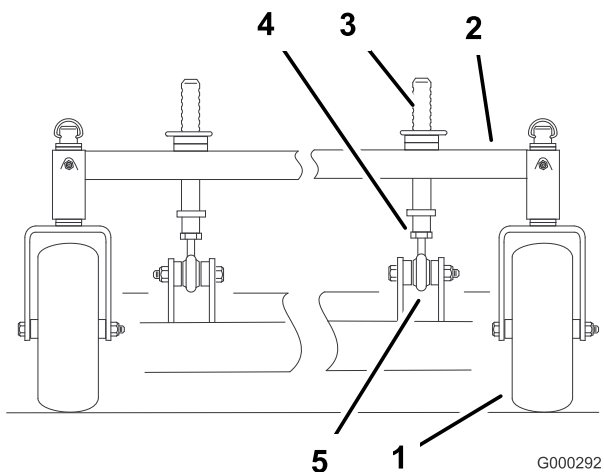

Bild 59
- Durch Einstellen der vorderen Schnitthöhen Säulen lässt sich die Längsneigung einstellen (Bild 59).
- Lockern Sie zum Anheben der Vorderseite des Mähwerks die Klemmmutter und drehen Sie den vorderen Stift nach rechts (Bild 59).
- Lockern Sie zum Absenken der Vorderseite des Mähwerks die Klemmmutter und drehen den vorderen Stift nach links (Bild 59).
- Stellen Sie ein Messer in Längsrichtung. Messen Sie von einer ebenen Fläche bis zu den Stellen **C** und **D** (Bild 59) an den Schnittkanten der Messer.
- Ziehen Sie dann die Klemmmuttern fest (Bild 59).